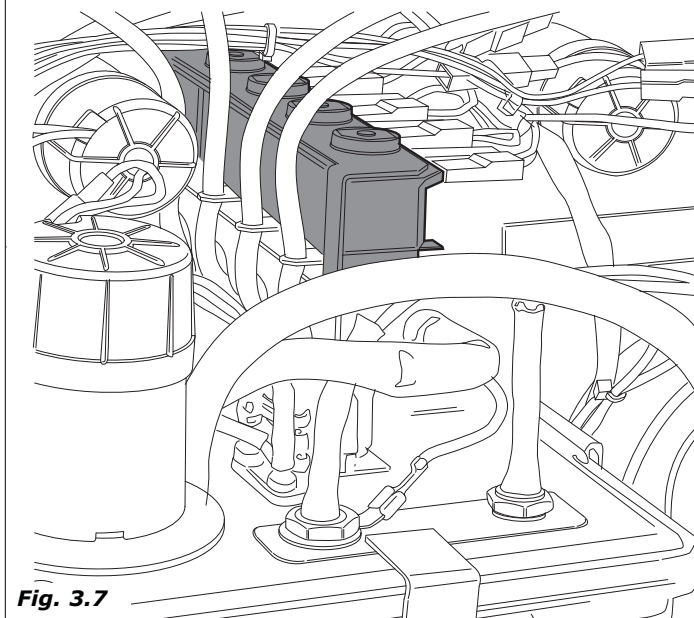

Fig. 3.7
- L'électrovanne fixée sur la chaudière café est activée pour introduire dans le mixer la quantité d'eau programmée (fig. 3.7). Dans le cas du modèle **IRIS 1**, l'électrovanne qui va s'activer est installée au-dessus du réservoir (Fig.3.7).